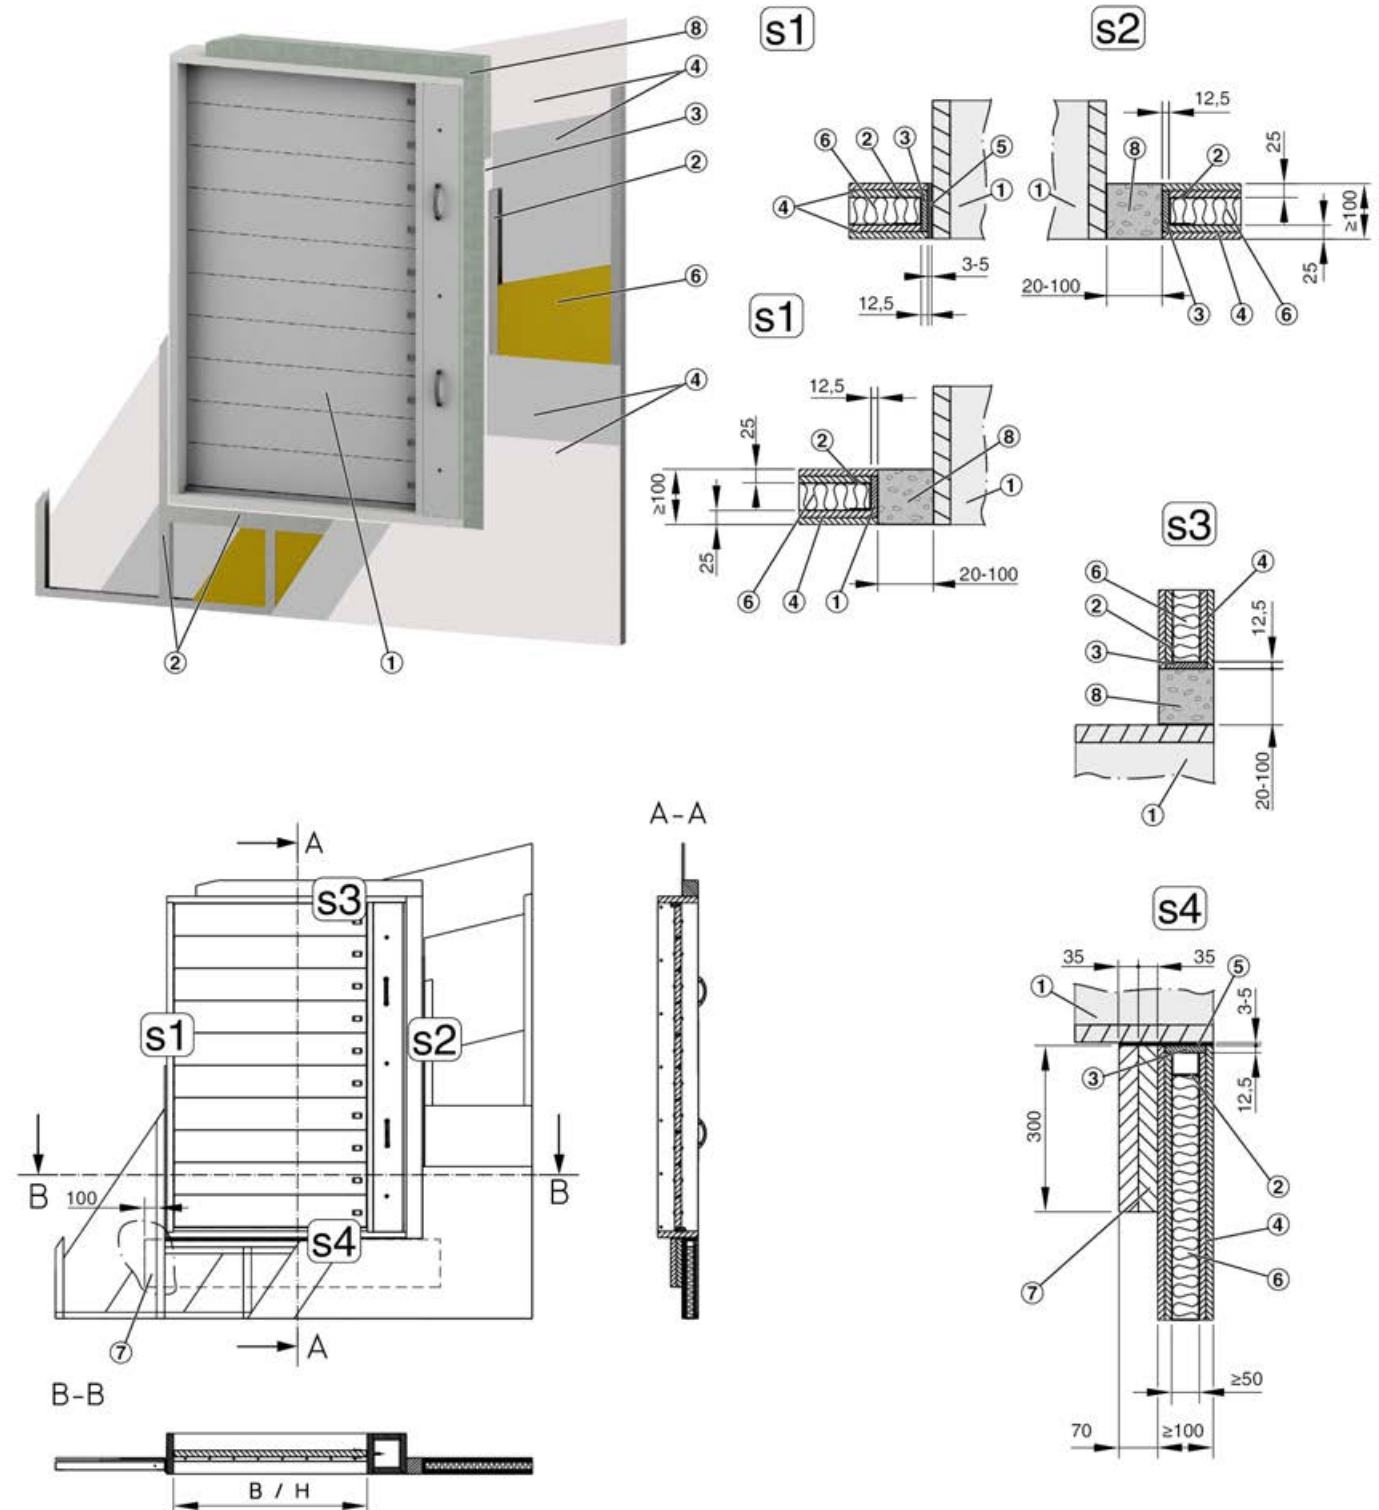

Fig. 27: Instalación en tabiques divisorios ligeros
2. ▶ Cree los marcos de instalación ( Fig. 27 /3).
3. ▶ Cree el panel de refuerzo ( Fig. 27 /7):